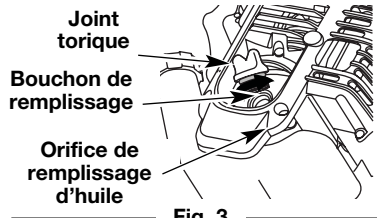

Fig. 3
3. Retirez le bouchon / la jauge d'huile du carter-moteur. Versez tout le contenu de la bouteille d'huile dans le carter-moteur (Fig. 3).